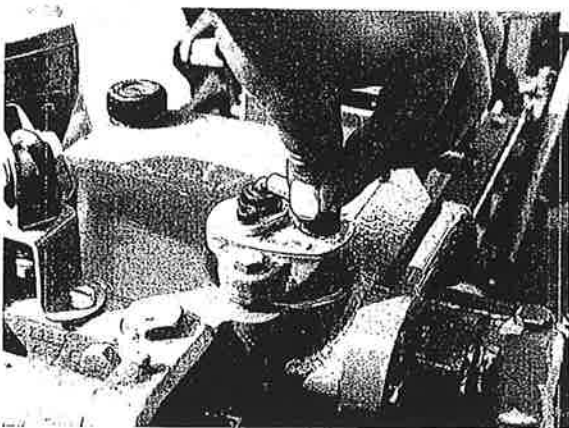

FIG. 91 - Réglage de la sensibilité du distributeur
- faire tourner en même temps dans le sens de la sensibilité minimale, le levier et la vis mère correspondante (Fig. 91);